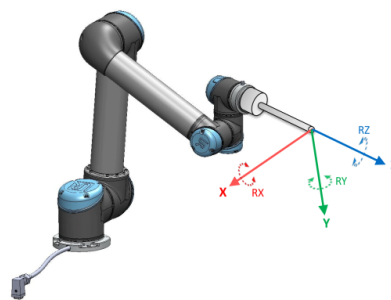

Figura 16.2: Opțiune sculă (TCP)
- Caracteristica sculă este amplasată cu originea în centrul TCP curent (vezi figura 16.2)